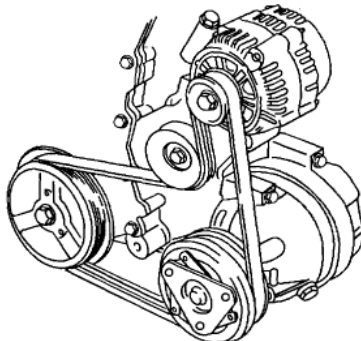

Figure 1
4. Take note of the under hood belt routing diagram. If missing, refer to figure 1 or draw a simple sketch on a piece of paper.
9. Install serpentine belt around each pulley except the A/C compressor pulley (figure 1). Now rotate the tensioner in the counter clockwise (up) direction and slip the belt over the A/C compressor pulley. Slowly allow tensioner to move in the clockwise (down) direction until the belt is tensioned. **Note: Check for proper belt routing. Check and ensure that all belt ribs are properly seated in the pulley grooves.**
4. Consultez le schéma d'installation de la courroie sous le capot. Si vous ne l'avez pas, référez-vous à la figure 1 ou faites un dessin sommaire sur un morceau de papier.
9. Faites passer la courroie en serpentin autour de chaque poulie, sauf celle du compresseur A/C (figure 1). Faites maintenant pivoter le tendeur vers la gauche (vers le haut) et faites glisser la courroie au-dessus de la poulie du compresseur. Laissez le tendeur aller lentement vers la droite (vers le bas) jusqu'à ce que la courroie soit bien tendue. **Nota : Vérifiez si la courroie passe bien là où il faut. Vérifiez si les nervures de la courroie se trouvent bien dans les gorges de poulies.**